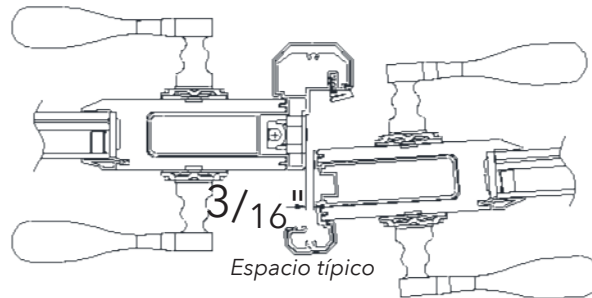

Figura 11
3. **Verifique** la alineación de la puerta. **Si se trata de una puerta simple**, verifique la alineación con la jamba del marco. **Si se trata de una puerta doble**, verifique la alineación con el panel inactivo. Debe observarse un espacio de $3/16"$ cuando el panel activo esté ligeramente entreabierto (figura 11).